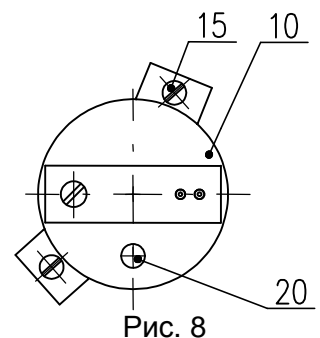

Рис. 8
4.5 Установка емкостного датчика (рис.8)